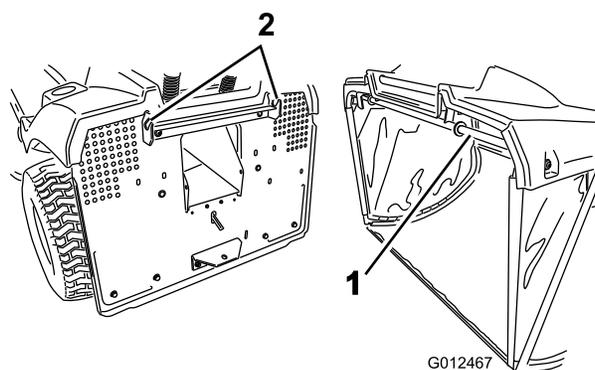

Figure 39
1. Accrochez la barre de support supérieure aux 2 crans du support à l'arrière de la machine (Figure 39).